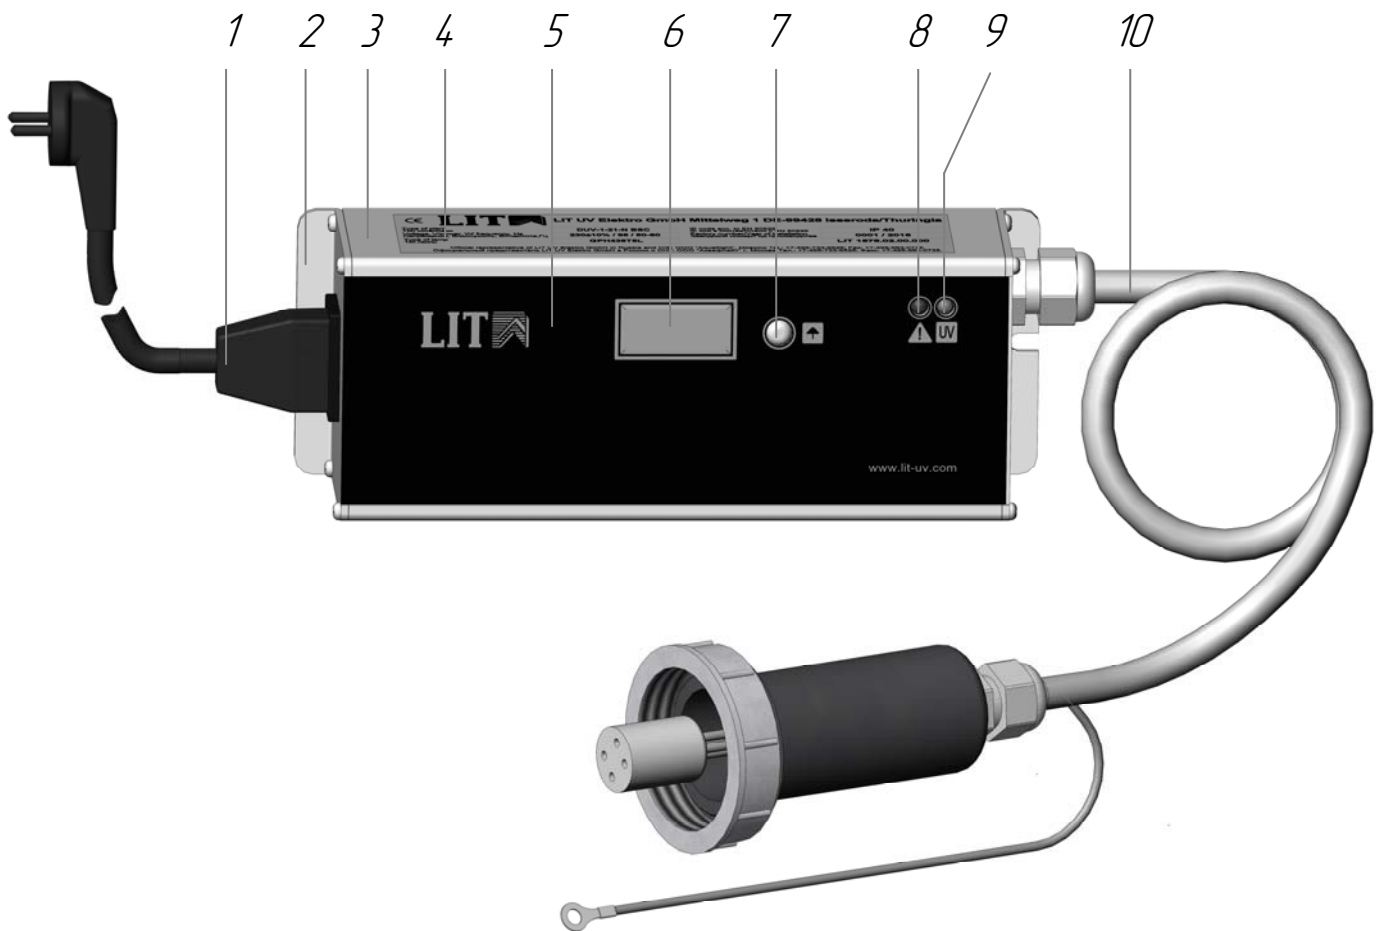

Рисунок 2. Пульт управления
- ПУЛЬТ УПРАВЛЕНИЯ (см. Рисунок 2) предназначен для управления установкой и контроля за её работой, а также для размещения электронного пускорегулирующего аппарата (ЭПРА).
При подаче питания на пульт управления дисплей 6 (см.Рисунок 2) светится с отображением срока службы лампы в днях (счетчик наработки), обратный отсчет (от 365 до 0 дней).